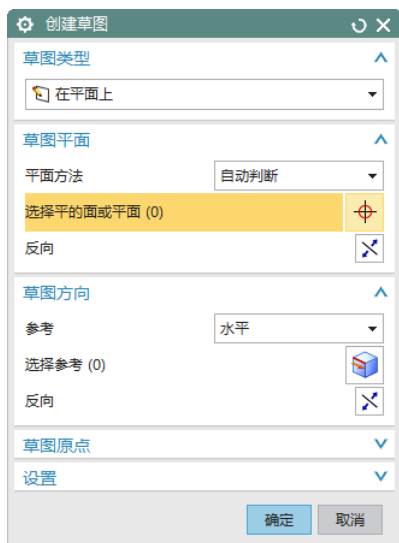

图 11-141 “创建草图”对话框
(2) 在“突出块”对话框中的“类型”下拉列表框中选择“基本”，单击“绘制截面”按钮，打开如图 11-141 所示的“创建草图”对话框。